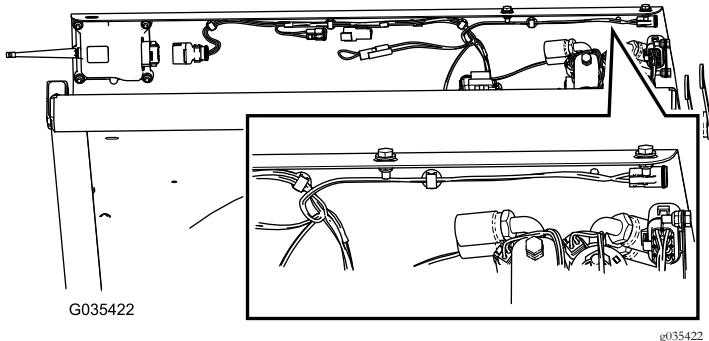

图13
3. 如图13所示沿着挡泥板罩下面布置线束的电气停止按钮连接端。